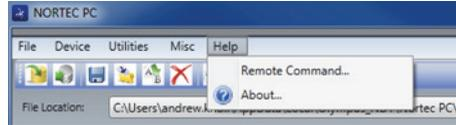

Figura 6-16 Selección de los comandos remotos
- ◆ En el menú **Help** (ayuda), seleccione la opción **Remote Command** (comando remoto). Vea la Figura 6-16 en la página 342.